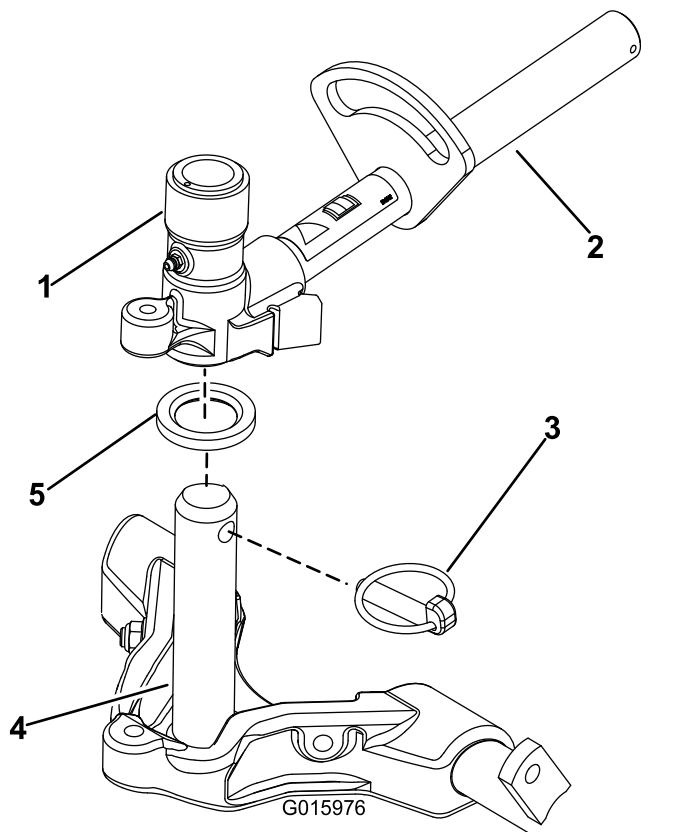

Bild 16
9. Schmieren Sie den Trägers Rahmen mit sauberem Schmiermittel ein (Bild 16).
10. Frontschneideinheiten: Schieben Sie eine Schneideinheit unter den Hubarm und schieben Sie gleichzeitig die Trägers Rahmenwelle in das Gelenkjoch des Hubarms (Bild 16).
11. Befestigen Sie die Trägers Rahmenwelle mit dem Einraststift am Hubarmjoch (Bild 16).
- B. Setzen Sie das Hubarmjoch in die Trägers Rahmenwelle ein (Bild 16).